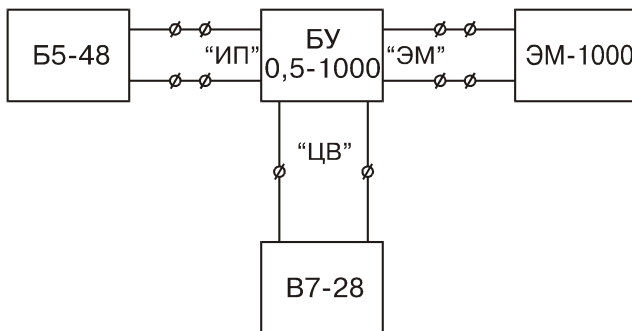

Рис.8.2 Мера магнитной индукции до 1000 мТл постоянного магнитного поля
8.5.3.2.1 Собрать меру индукции (напряженности) магнитного поля до 1000 мТл (8000 А/см) по следующей методике (см. рис.8.2):